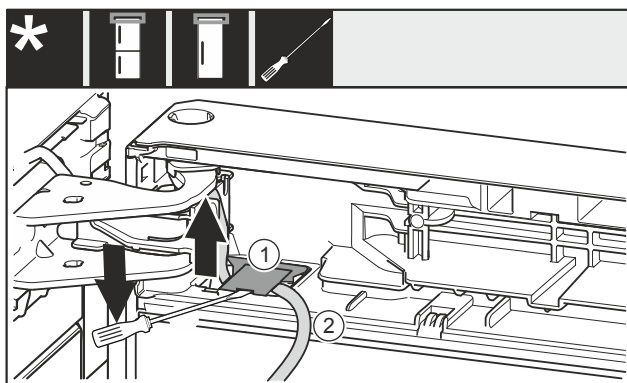

Fig. 23
- Met een platte schroevendraaier de afdekking Fig. 23 (1) optillen en wegtrekken.
- Kabel Fig. 23 (2) uittrekken.